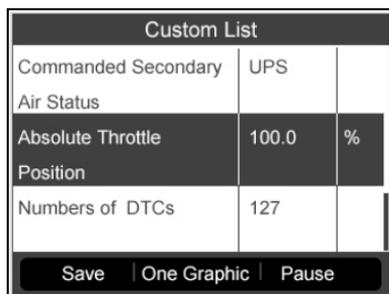

Imagen 6.12
- 4) Pulse el botón **Y** para visualizar los PID seleccionados en pantalla. (Imagen 6.12)